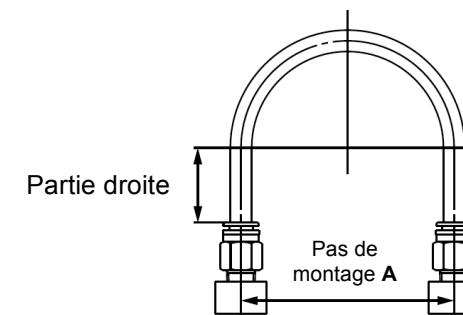

Figure 7
- Lors du raccordement de tubes à raccords instantanés, prévoyez une longueur de tuyau supplémentaire comme indiqué en Figure 7.